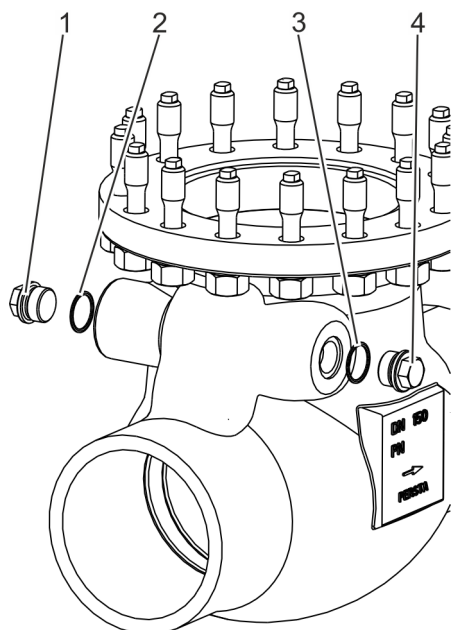

Fig. 31: Montage des vis de blocage et éléments d'étanchéité
- 15.** Insérer les éléments d'étanchéité neufs (Voir la Fig. 31/2 et 3) dans les rainures du bâti.
- 16.** Monter les vis de blocage (Voir la Fig. 31/1 et 4).